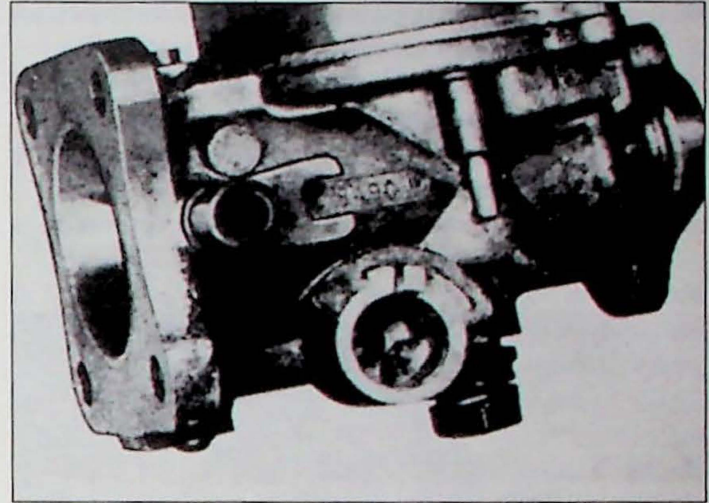

Fig. 3.24. Stand van de geleidevork
7. Monteer de geleidevork (Fig. 3.24) (gasklep geheel gesloten en de stationair schroef uitgedraaid). Let op dat er een ruimte is tussen vork en huis van 1,5 mm. Boor met de vork in de juiste stand een 3.0 mm groot gat voor de borgstift door de as (het gat in de juiste hoek met de lengterichting van de carburateur als de gasklep gesloten is). Verwijder het slijpsel en zet de vork en de borgstift op hun plaats.